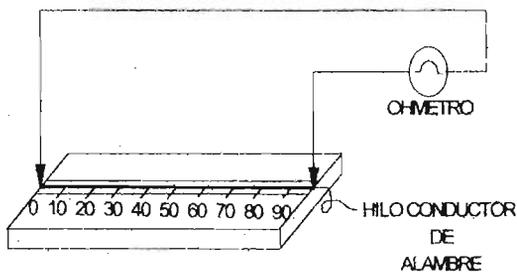

Figura 3.17
j) Disponga los elementos como se muestra en la figura. 3.17